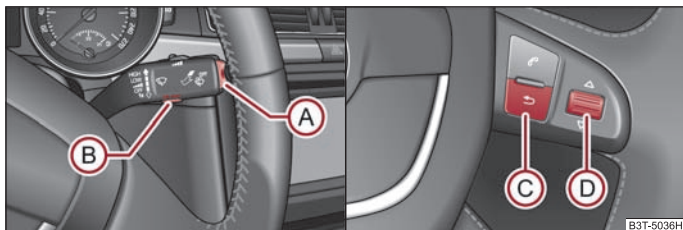

Fig. 19 Afișajul multifuncțional: Elementele de comandă de la maneta de acționare a ștergătoarelor/elementele de comandă de pe volanul multifuncțional
Comutarea între memorii are loc de la tasta **(B)** ⇒ pagina 20, fig. 19 de pe maneta de acționare a ștergătoarelor sau cu ajutorul tastei **(D)** de pe ⇒ pagina 20, fig. 19 volanul funcțional.
Tasta basculantă (A) ⇒ fig. 19 și tasta (B) se găsesc în maneta de acționare a ștergătoarelor de parbriz. Comutarea și resetarea de la volanul multifuncțional are loc de la roțița (D) ⇒ fig. 19.
Când temperatura scade sub +4 °C, în fața valorii temperaturii apare simbolul unui fulg de nea (avertizare pentru polei) și se emite un semnal sonor de avertizare. După apăsarea tastei basculante (A) de pe maneta ștergătoarelor ⇒ fig. 19, respectiv a tastei (C) de pe volanul multifuncțional ⇒ fig. 19, se afișează funcția care a fost afișată ultima dată.
Pe afișaj apare durata de deplasare de la ultima ștergere a memoriei. Dacă doriți să cronometrați timpul de deplasare de la un anumit moment înainte, trebuie să resetați memoria pe zero în acel moment, apăsând tasta (B) de pe maneta ștergătoarelor ⇒ fig. 19 sau roțița (D) de pe volanul multifuncțional ⇒ fig. 19 mai mult de 1 secundă.
Dacă doriți să măsurați consumul de combustibil mediu pentru o anumită perioadă de timp, la începutul măsurării trebuie să resetați memoria pe zero, de la tasta (B) de pe maneta ștergătoarelor de parbriz, ⇒ pagina 20, fig. 19 sau de la roțița (D) de pe volanul multifuncțional ⇒ pagina 20, fig. 19. După ștergere, în primii 100 metri, pe display se vor afișa linii.
Pe afișaj apare distanța parcursă de la ultima ștergere a memoriei ⇒ pagina 19. Dacă doriți să calculați distanța parcursă dintr-un anumit moment înainte, trebuie să resetați memoria pe zero în acel moment, apăsând tasta (B) de pe maneta ștergătoarelor ⇒ pagina 20, fig. 19, sau roțița (D) de pe volanul multifuncțional ⇒ pagina 20, fig. 19.
Pe afișaj apare viteza medie în km/h de la ultima ștergere a memoriei ⇒ pagina 19. Dacă doriți să măsurați viteza medie pentru o anumită perioadă de timp, la începutul măsurării trebuie să resetați memoria pe zero, de la tasta (B) de pe maneta ștergătoarelor de parbriz ⇒ pagina 20, fig. 19 sau de la roțița (D) de pe volanul multifuncțional ⇒ pagina 20, fig. 19.
- De la tasta (A) de pe maneta ștergătoarelor de parbriz ⇒ pagina 20, fig. 19 sau de la roțița (D) de pe volanul multifuncțional ⇒ pagina 20, fig. 19 selectați punctul de meniu **Avertizare la depășirea vitezei**. ▶